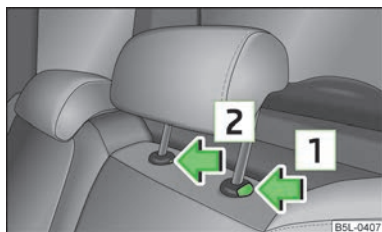

Fig. 48
- Apăsăți tasta de siguranță în sensul săgeții **1** » fig. 48, în același timp apăsați cu o șurubelniță plată cu lățimea de max. 5 mm tasta de siguranță în orificiul **2** și trageți tetiera afară.